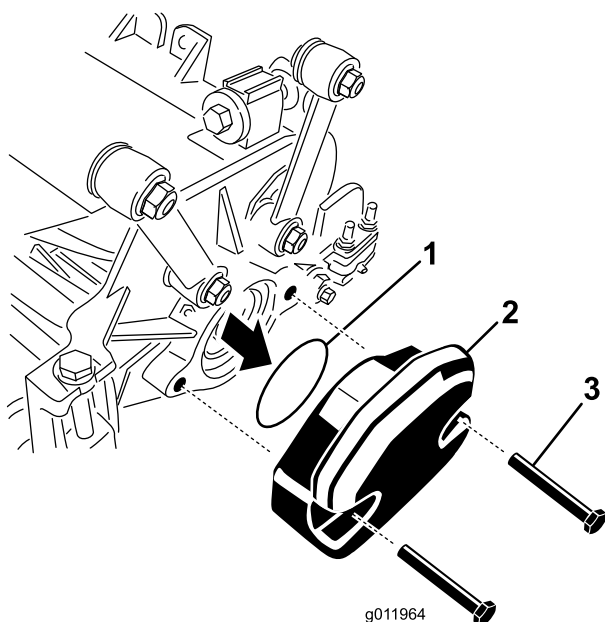

図 6
- 4 番のカuttingユニットでは、カウンタ・ウェイトをカuttingユニットの左側に固定しているキャップスクリュ (2 本) を取る。カウンタ・ウェイトを取り外す（図 6）。